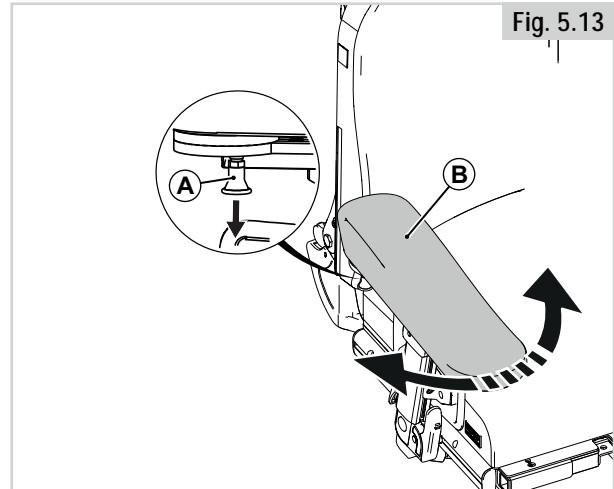

Fig. 5.13
5.8 Hemiplegi armstöd (Fig. 5.13)
- Dra (A) ut från det låsta läget och vrid (B) till önskat läge.